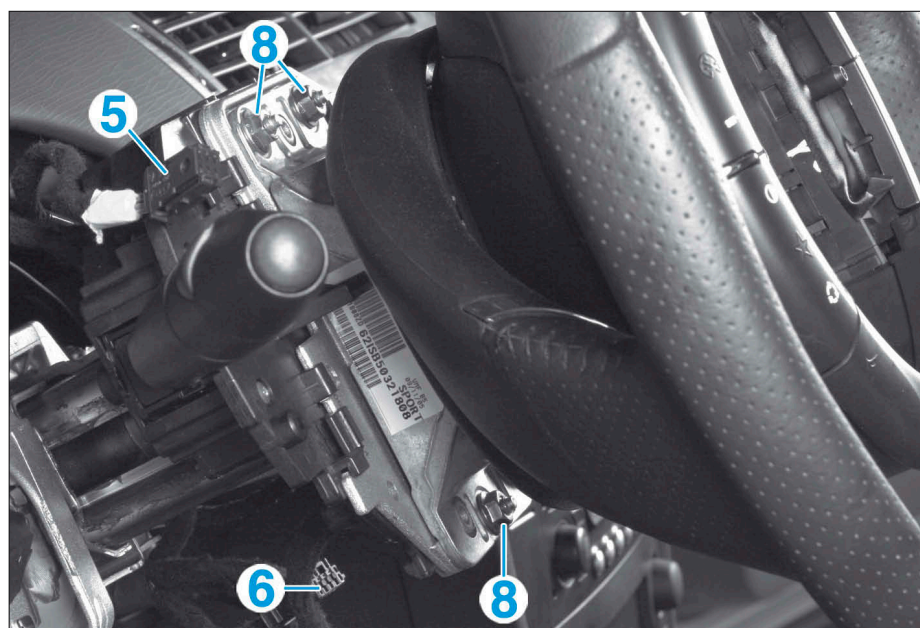

FIG. 2
- Débrancher les connecteurs (5) et (6) (Fig.2).
- les écrous (8) (Fig.2),